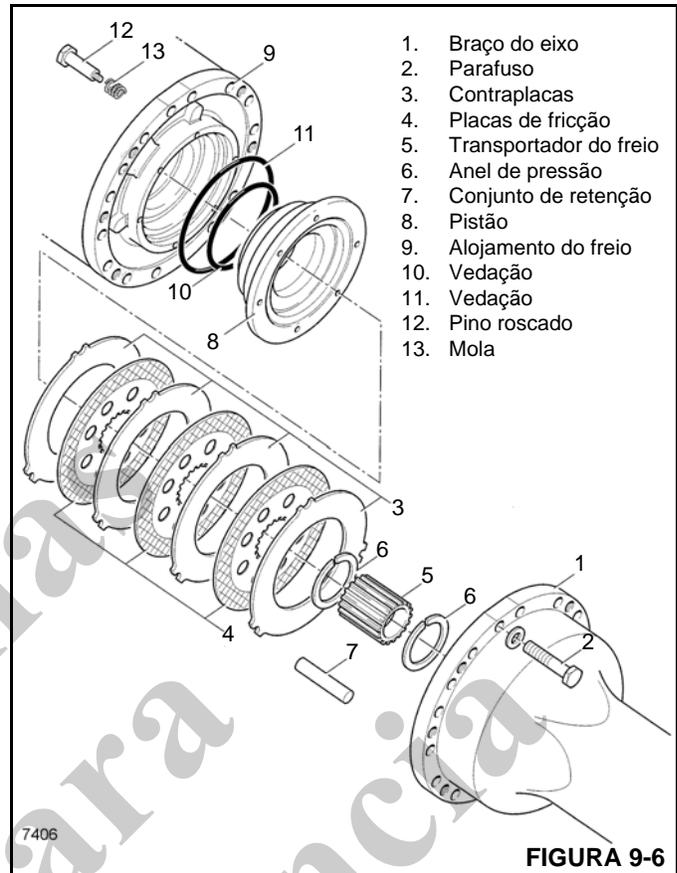

FIGURA 9-6
9. Remova os pinos roscados **12** e as molas **13** Figura 9-6. Verifique se estão danificados.